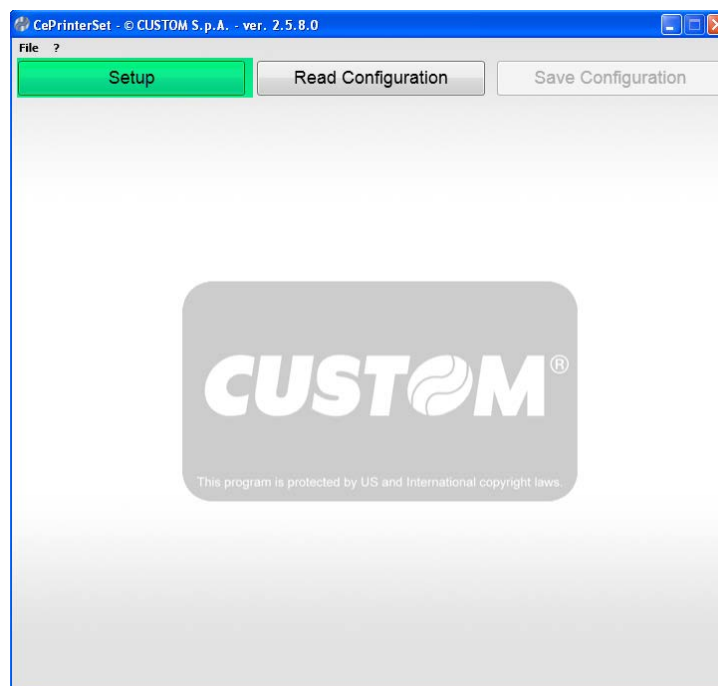

Рисунок 12 – Диалоговое окно программы CePrinterSet.
2.3.15 Откроется диалоговое окно программы (см. Рисунок 12)